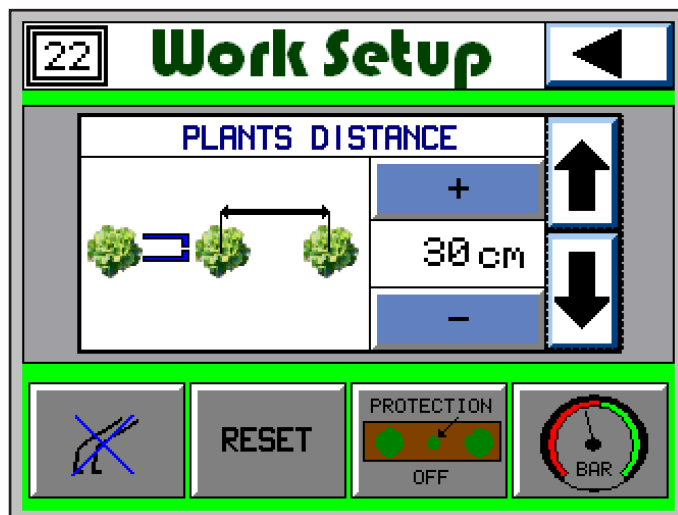
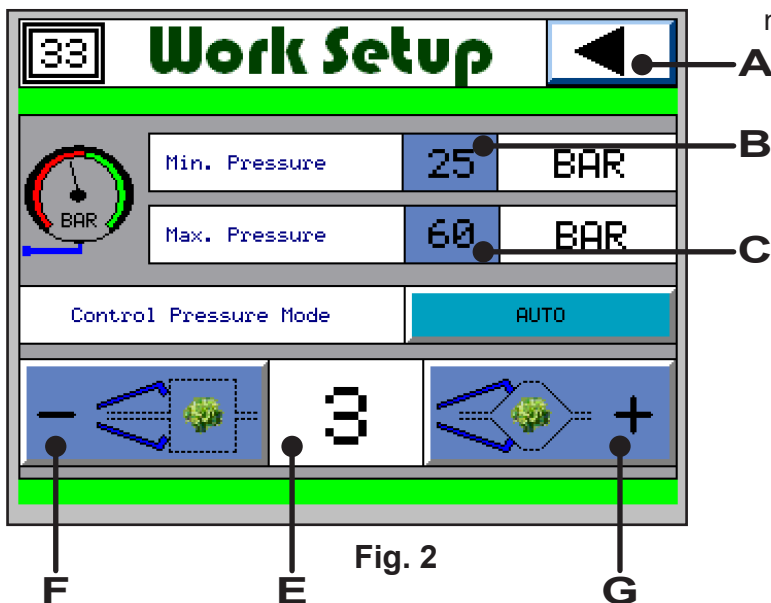

Fig. 1
Fig. 2
- **AUTO** (consigliata) : la pressione idraulica è gestita in modo automatico dal sistema in base alla consistenza del terreno e alla velocità di lavorazione. L'intervallo entro il quale il sistema regola automaticamente la pressione è compreso tra i valori di pressione minima e massima, impostabili premendo sui riquadri (B) e (C).
- **SPEED**: il sistema gestisce automaticamente la pressione idraulica esclusivamente in funzione della velocità di lavorazione (il range di regolazione è dato dalla pressione minima e massima impostabili premendo sui riquadri (B) e (C).
- **OFF**: la pressione idraulica è mantenuta costante al valore impostato nel riquadro (B). In questa modalità il valore (C) non viene utilizzato.
- Premendo (A) si torna alla pagina del menu lavoro “parametri di lavorazione” (Fig. 1).
Press the button  in the “Work Parameters” page in the Work Menu section (Fig. 1) to enter the pressure of the hydraulic circuit setup page (Fig. 2).
- **AUTO** (recommended): the hydraulic pressure is automatically controlled by the system depending on the ground consistency and on the work speed. The range of values for the pressure setting is included between the minimum and maximum pressure values you can adjust pushing the (B) and (C) buttons.
- **SPEED**: the system automatically sets the hydraulic pressure only according to the work speed (the pressure setting is included between the minimum and maximum pressure values you can adjust pushing the (B) and (C) buttons).
- **OFF**: the hydraulic pressure is kept stable on the value set in the (B) frame. For this mode the (C) value is not used.
- Press the (A) button to go back to the “Work Parameters” page in the Work Menu section (Fig. 1).
Poussez  à la page Work Menu - "WORK SETUP" (Fig. 1) pour accéder à la page pour régler la pression du circuit hydraulique (Fig. 2).
- Poussez (**A**) pour retourner à la page principale du Work Menu (Fig. 1).
Pulsando  en la página del menú de trabajo "parámetros de elaboración" (Fig. 1) se accede a la página de gestión de la presión del circuito hidráulico (Fig. 2).